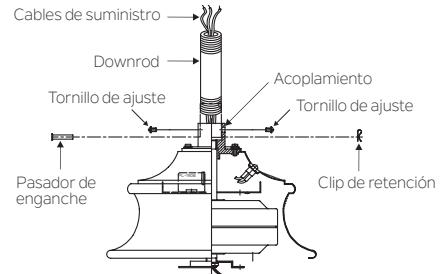

Fig. 8
**Paso 6.** Afloje los dos tornillos de fijación y retire el pasador de enganche y el clip de retención del acoplamiento en la parte superior del conjunto del motor. (Fig. 8)
Luego, reemplace el pasador de enganche y el clip de retención. Apriete ambos tornillos de fijación. (Fig. 8)